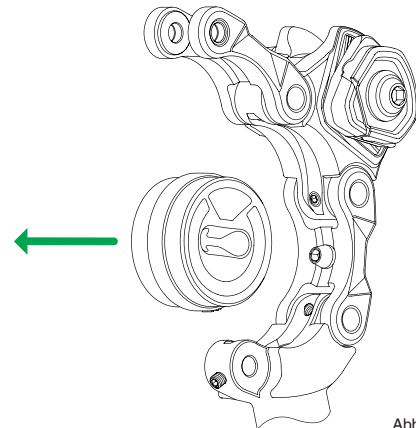

Abb. 10.1.3
3. Öffnen Sie das Parallelgramm System soweit dass Sie das Dämpferelement von Hand entnehmen können. (Abb. 10.1.3)